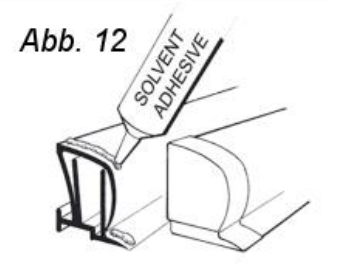

Abb. 12
13. Bringen Sie die Endkappen **nicht** dort an, wo die Dichtungsenden gegen eine Wand oder z.B. einen Duschtürrahmen anstoßen. Versiegeln Sie einfach die Stoßfuge mit einem sauberen Film des Dichtungsklebstoffes.....(Abb. 12)